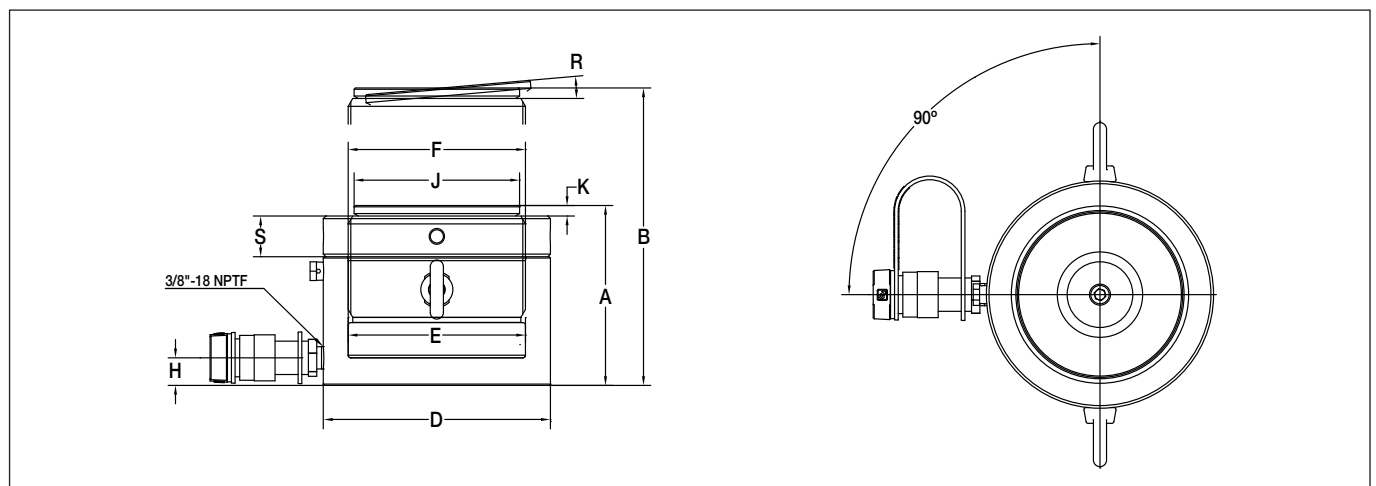

Figura 6. Dimensiuni – Seria LPL
11.1 Dimensiuni – Imperial (vezi figura 6)
11.2 Dimensiuni – Metric (vezi figura 6)